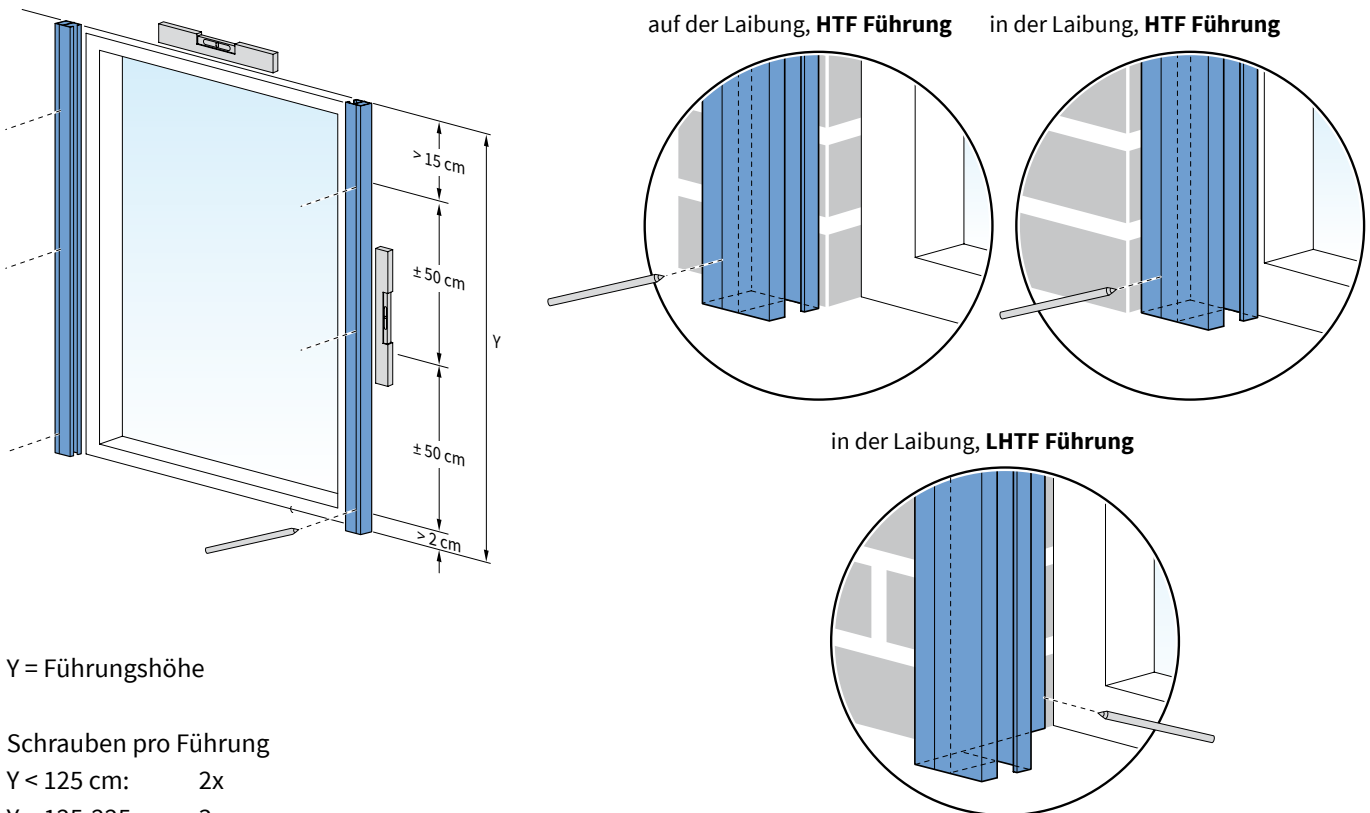

Abb. 1.1 Markieren der Montagelöcher
1. Setzen Sie die linke Führung in der richtigen Höhe vertikal gegen die Fassade oder den Rahmen. Siehe Abbildung 1.1.